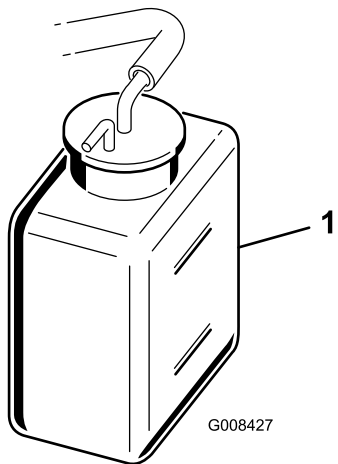

Figure 28
- Vérifiez le niveau du liquide de refroidissement (Figure 28). Il doit se situer entre les deux traits du vase d'expansion quand le moteur est froid.